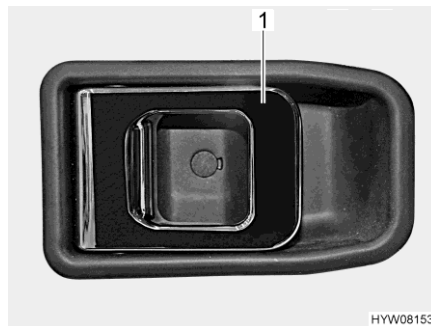

Bild 36 Dörrlås (förardörr/ingångsdörr på insidan)
- Drag i handtaget (Bild 36,1). Dörrlåset låses upp respektive öppnas.
- Tryck ned handtaget (Bild 36,1). Dörrlåset låses.